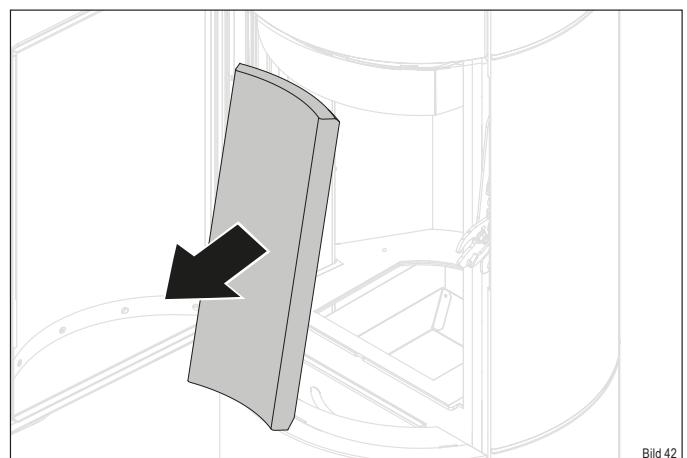

Bild 41
- Entnehmen Sie die zwei seitlichen Thermosteine (Bild 41).